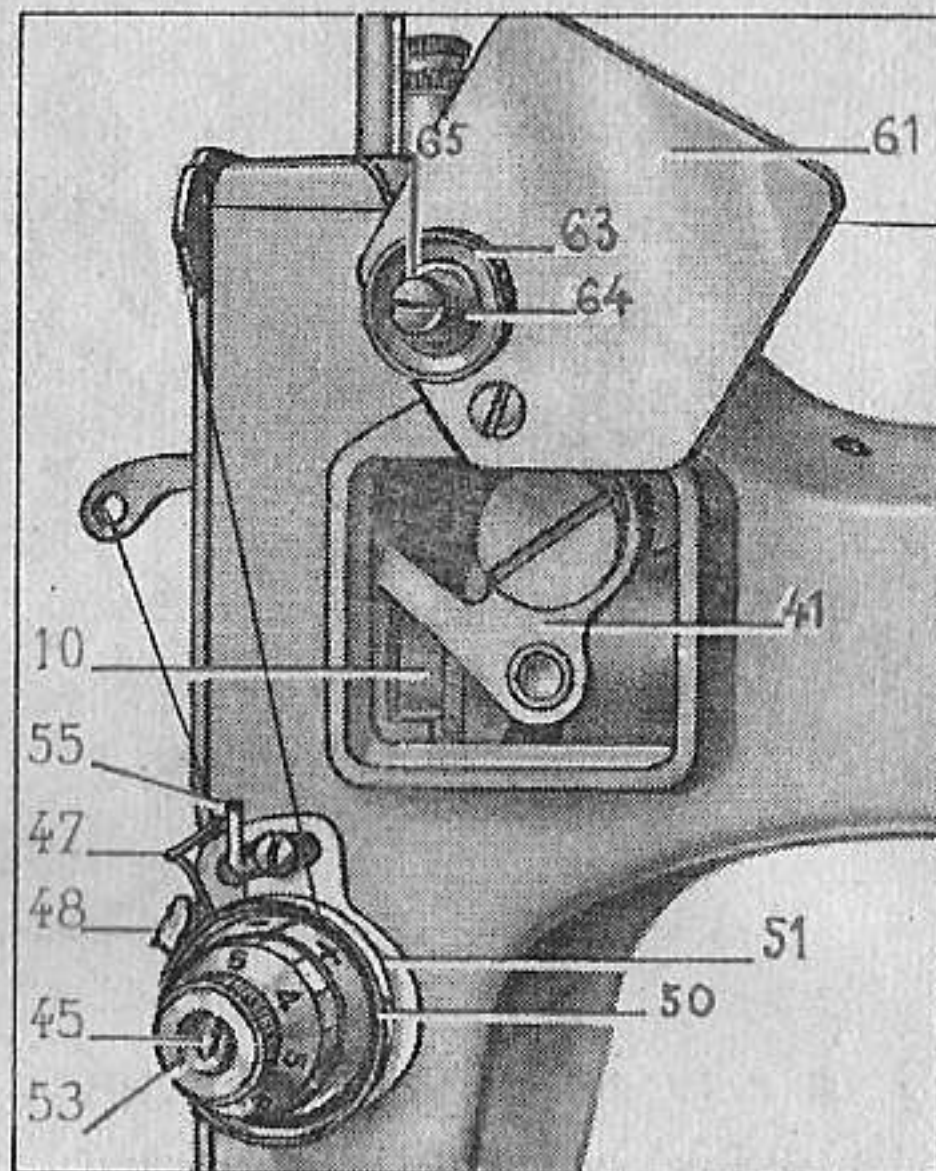

Fig. 13
3° *Sur le côté du bras* (côté face à l'opérateur, fig. 13). Desserrer d'un tour la vis de blocage et relever la plaque (61) recouvrant le levier tendeur de fil (41). Huiler toutes les 10 heures de marche l'articulation de ce levier tendeur ainsi que son galet et sa rainure. Huiler également toutes les 10 heures de marche la rainure du galet de la came en cœur et le galet (10). Rabattre la plaque de recouvrement et resserrer la vis de blocage.